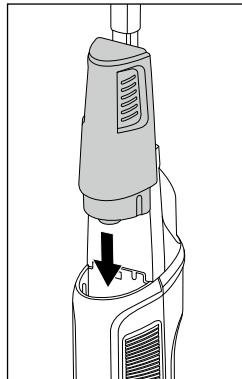

Abb. 11
- ◆ Drehen Sie den Frischwasserbehälter **11** um und schieben Sie diesen wieder in den Einsatz oben an der Vorderseite des Gerätes (siehe Abb. 11).